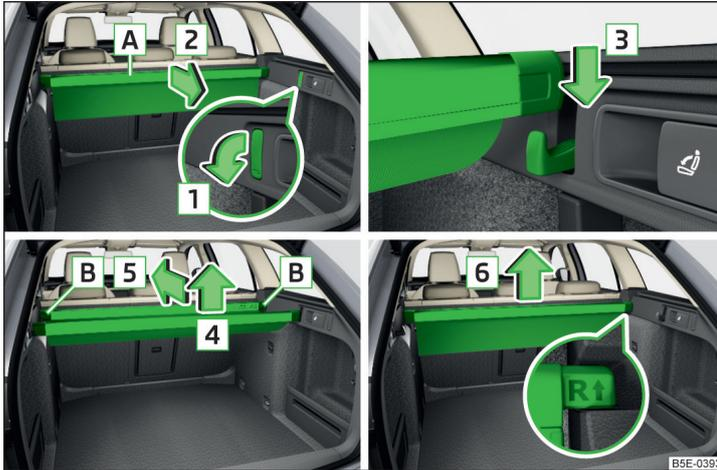

Abb. 112 Multifunktions tasche herausziehen/einsetzen/einschieben/ herausnehmen
- Die vorderen Haken an beiden Gepäckraumseiten in Pfeilrichtung **1** nach unten klappen » Abb. 112.
- Die hintere Leiste von den Haken in Pfeilrichtung **4** abnehmen » Abb. 112.
- Die Multifunktions tasche aus den Aufnahmen in Pfeilrichtung **6** herausnehmen » Abb. 112.